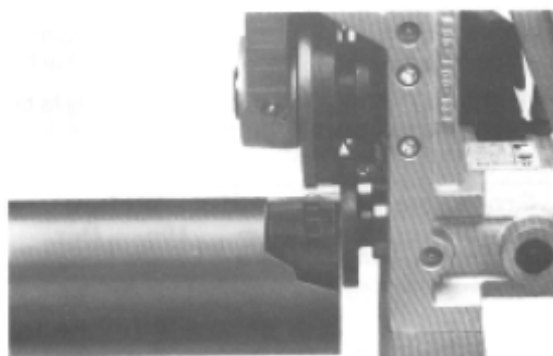

图9 — 放置管子
3. 放置管子到驱动轮上，使得管子端部与驱动轮轮缘接触（见图9）。